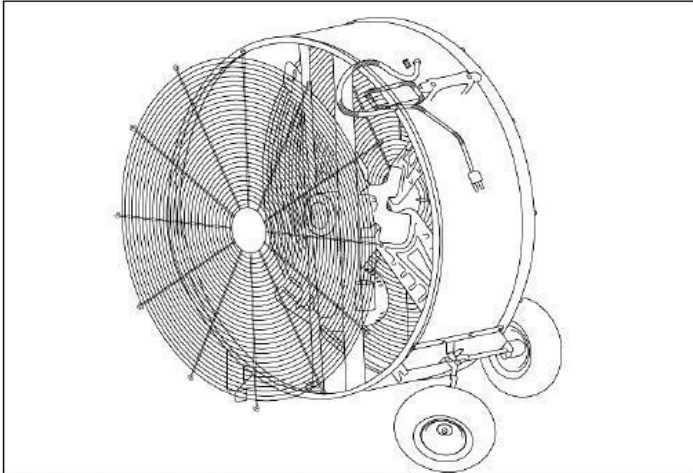

Figure 2: Removing Guard
4. Retirez les boulons du carter arrière et de la molette inclinable (Figure 2).